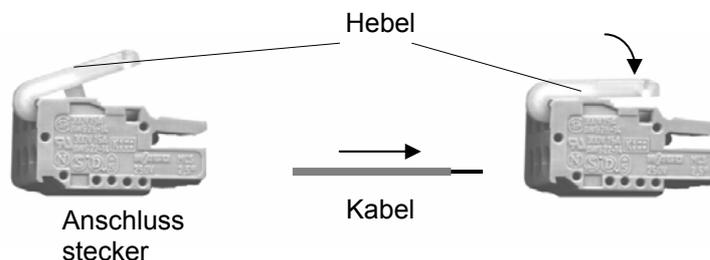

Abb. 35 Montage der Anschlussstecker
2. Drücken Sie den Hebel wie durch den Pfeil in Abb. 35 angezeigt nach unten und halten ihn so fest.